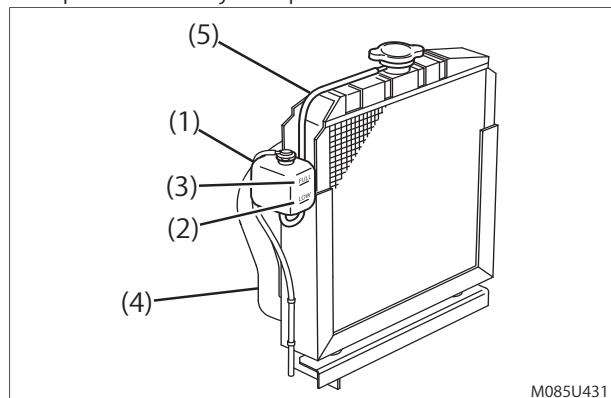

Fig. 7-5
- (1) Veillez à ce que la machine soit à niveau (à l'horizontale).
- (2) La machine et tous ses dispositifs doivent être éteints et les boutons d'arrêt d'urgence doivent être enfoncés.
- (3) Vérifiez le niveau de liquide de refroidissement dans le réservoir de réserve (fig. 7-5, 1). Lorsque la machine est éteinte et « froide », le niveau doit se trouver sur la graduation « LOW » (COLD) ou juste au-dessus (fig. 7-5, 2). Si le niveau de liquide de refroidissement se trouve sur « FULL » (HOT) (fig. 7-5, 3) alors que la machine est froide, le liquide se dilatera lorsqu'il se réchauffera et pourra être éjecté par la buse d'évacuation.
- (4) Ajoutez du liquide de refroidissement si nécessaire.
- (5) Vérifiez les durites du radiateur (fig. 7-5, 4). Elles ne doivent pas être fêlées, usées, coupées ou endommagées. Remplacez-les si nécessaire.
- (6) Vérifiez le raccord (fig. 7-5, 5) qui connecte le réservoir de réserve (fig. 7-5, 1) au radiateur. Assurez-vous qu'il est bien fixé et qu'il n'est pas fêlé ni endommagé. Si c'est le cas, le liquide de refroidissement fuira et n'atteindra pas le réservoir de réserve.